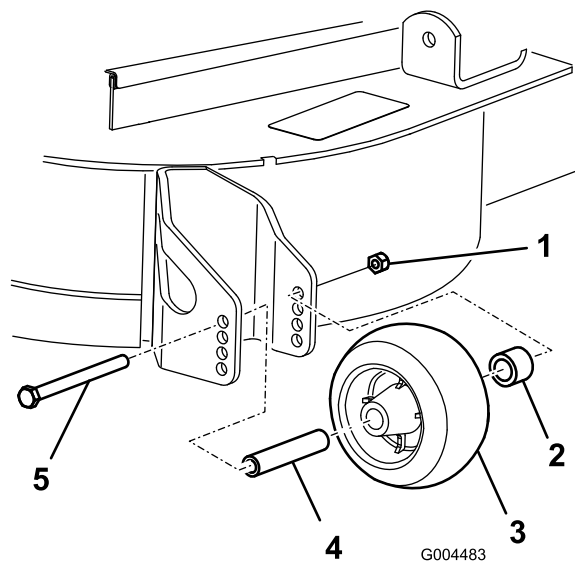

図 23
- 刈高を変更後、ローラのフランジ・ナット、ブッシュ、スペーサ、ボルトを外して（図 23）、ローラの高さ調整を行う。
- フランジ・ナット、ブッシュ、スペーサ、ボルトを取り付ける。ボルトを 54-61 N・m (5.6～6.2 kg・m) にトルク締めする（図 23）。